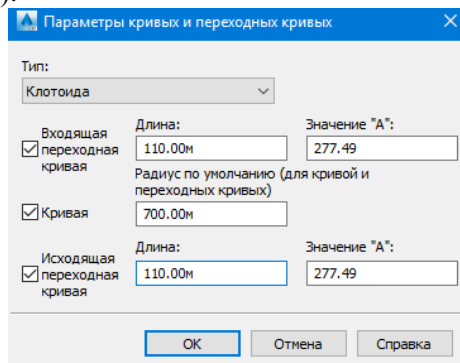

Рис. 40. Окно «Параметры кривой и переходной кривой»
8. Щелкнуть на раскрывающемся списке  и выбрать «Параметры кривой и переходной кривой...». В окне задать тип кривой, которая должна автоматически размещаться в каждой точке пересечения (ТП) между прямыми участками при построении трассы в плане, установить ее радиус, а также длины обеих переходных кривых (рис. 40).